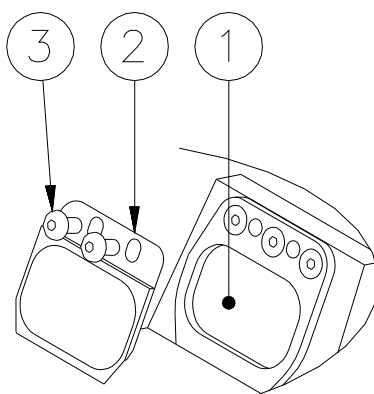

Figura 22 – Pulizia del prisma
- Rimuovere il telaio portafiltro (Figura 22 - n°2) svitando le relative viti TBEI M5x10 (Figura 22 - n°3)
- Pulire la superficie del prisma (Figura 22 - n°1) con prodotto non abrasivo